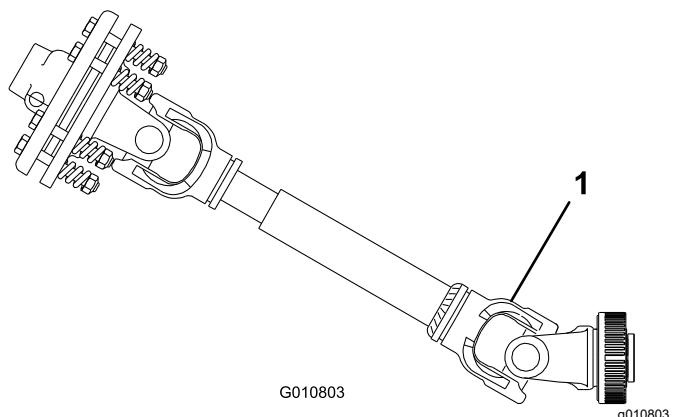

Figura 10
**Importante:** Quando ligar a tomada de força, não levante o arejador mais do que o necessário. Levantar demasiado a máquina fará com que o veio da tomada de força dobre até ceder (Figura 10). Desligue a tomada de força quando levantar o arejador. Pode operar a tomada de força até um ângulo de 25°, mas não pode ultrapassar um ângulo